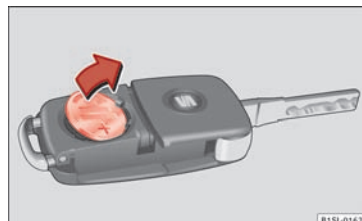

Fig. 31 Bilnøgle: udtagning af batteri
- Vip batteriet ud af batterirummet med en egnet, tynd genstand »» Fig. 31.
- Sæt et nyt batteri i som vist på billedet »» Fig. 31, og tryk det ind i batterirummet modsat pilens retning »» ①.